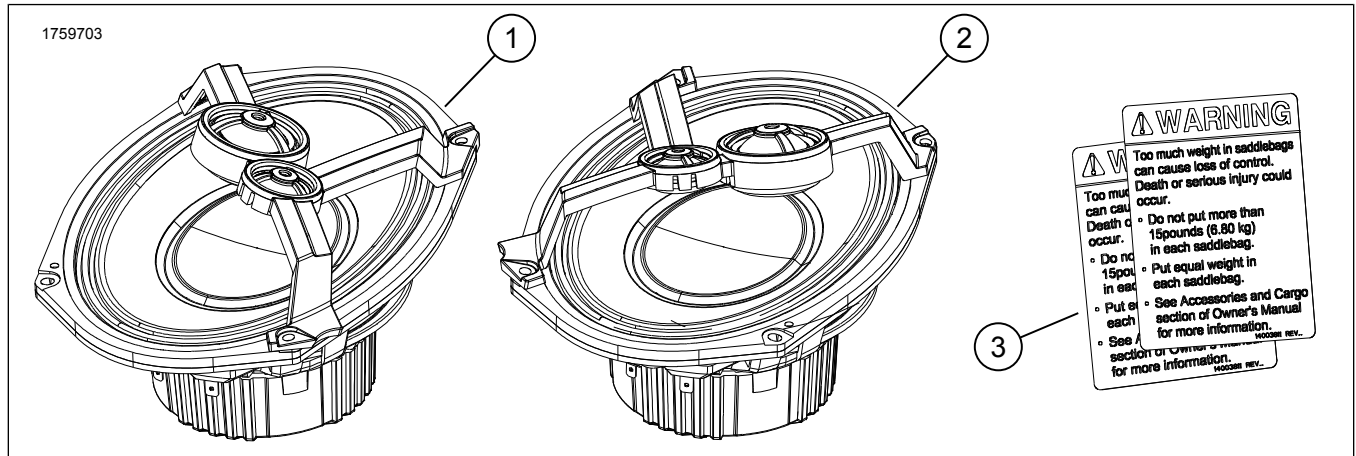

Figure 1. Contenu du kit : Stage III Rabat de sacoche kit haut-parleur
1. Figure 1 Installer le haut-parleur (1, 2) dans le rabat de sacoche.
7. Figure 1 Installer l'étiquette de capacité sur la sacoche (3).